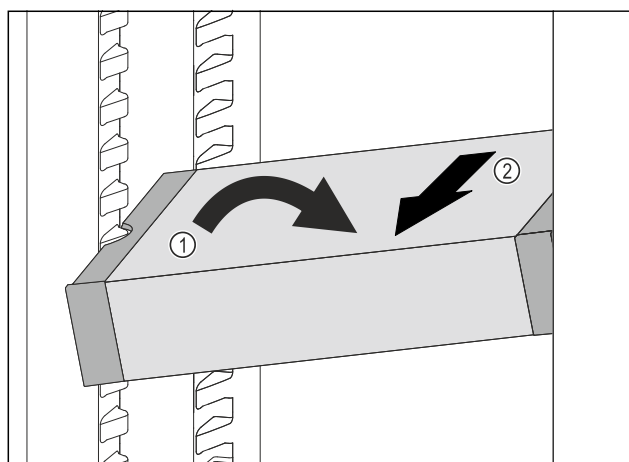

Fig. 98
- ▶ Impostare il vano frigorifero di VarioSafe ad angolo. Fig. 98 (1)
- ▶ Rimuovere VarioSafe tirando in avanti. Fig. 98 (2)